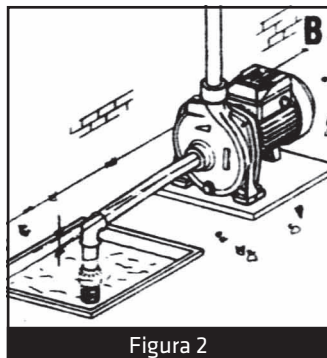

Figura 2
- 1- Instale a Bomba o mais próximo possível da fonte de captação de água (*Figura 2*).